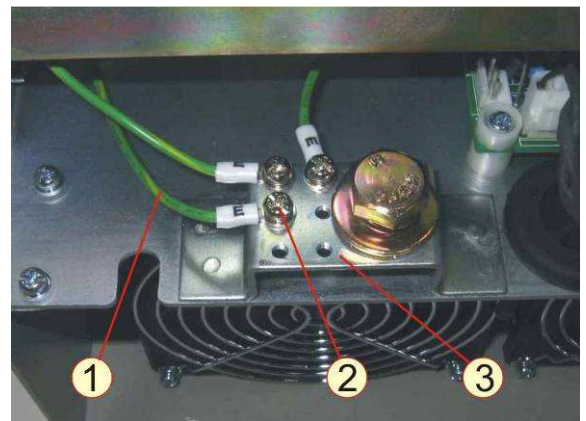

Рисунок 7.10
7.5.3 Провести заземляющий провод 1 под панелью к площадке 3, вкрутить винт 2 (рисунок 7.10).